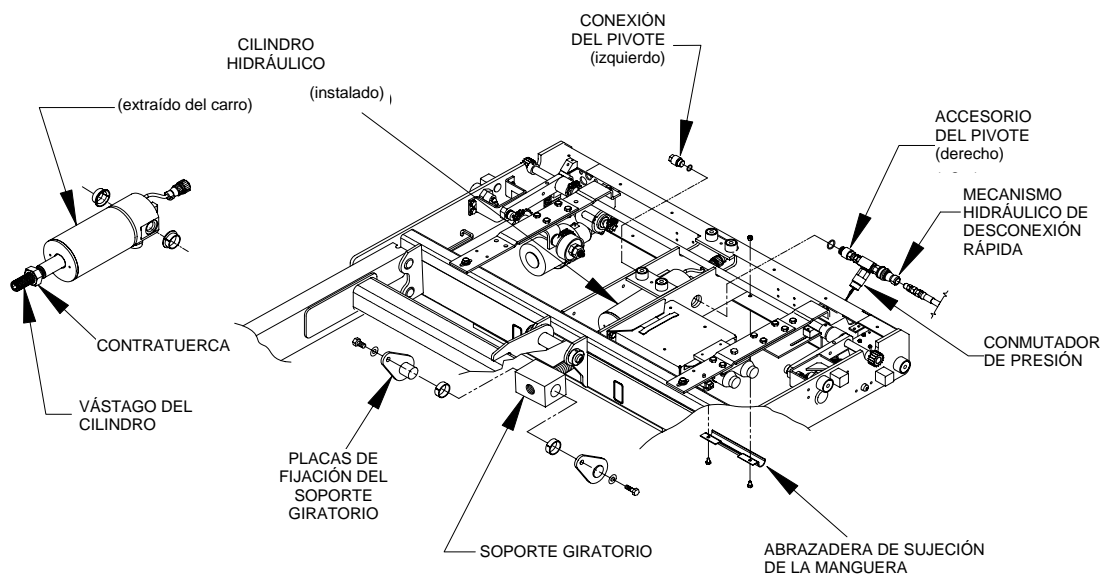

FIGURA 4-24: CILINDRO HIDRÁULICO CON SUS COMPONENTES
- 6) **Consulte la Figura 4-24.** Suelte las placas de fijación del soporte giratorio en el bastidor de elevación y retírelas del soporte giratorio. Quite los casquillos del soporte giratorio.
- 1) **Consulte la Figura 4-24.** Acople la contratuerca y el soporte giratorio en el vástago del cilindro hidráulico. Coloque los dos casquillos del pivote del cilindro en el bastidor del carro (con las bridas en la parte interior del bastidor).